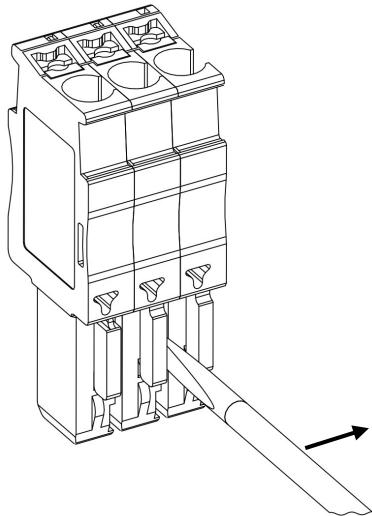
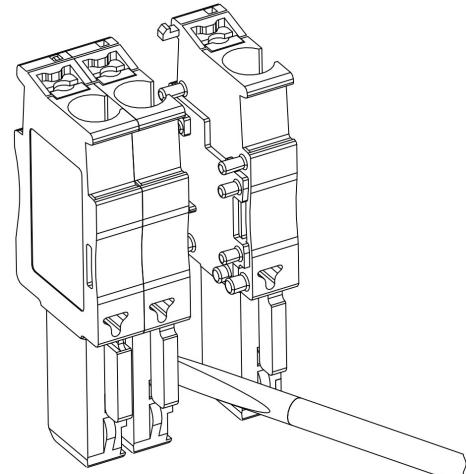

Рисунок 24 – отвертка между двумя штекерами
Рисунок 25 – штекер, отсоединеный от блока
- Чтобы разъединить штекеры, вставьте плоскую отвертку между двумя штекерами и, отведя отвертку влево или вправо, разъедините штекеры (рис. 24; рис. 25).